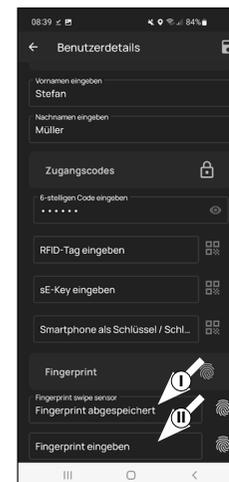

Fig. 16
6 Dopo aver inserito un’impronta, nel campo corrispondente appare la voce “Fingerprint abgespeichert” (Impronta memorizzata) (I) (Fig. 16). Sotto è presente un nuovo campo vuoto per un’ulteriore impronta digitale (II) (Fig. 16).